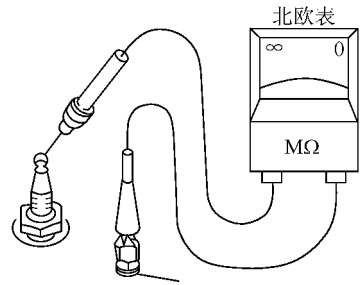

图 5-8 测量绝缘电阻
1) 如果使用兆欧表（绝缘电阻表）测量绝缘电阻时，正确的绝缘电阻应大于 10MΩ，如图 5-8 所示。